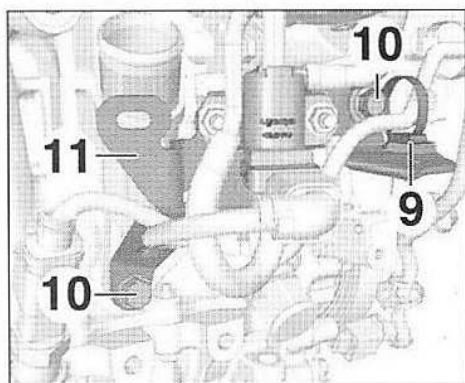

FIG.54
- Déposer (Fig.54) :
- l'agrafe (9) et écarter le faisceau électrique,
- les vis (10).
- Ecarter le support (11) de l'électrovanne EGR.